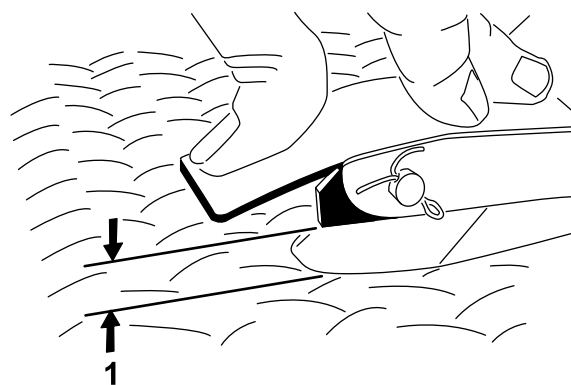

**Figura 66**
2. Ajuste la articulación esférica del cable del acelerador (Figura 66) hasta que haya de 2,54 a 6,35 mm de holgura entre el brazo del pedal del acelerador y el borde superior del dibujo a rombos de la chapa de suelo (Figura 67) al aplicar una fuerza de 11,3 kg al centro del pedal.
3. Apriete la contratuerca (Figura 66).